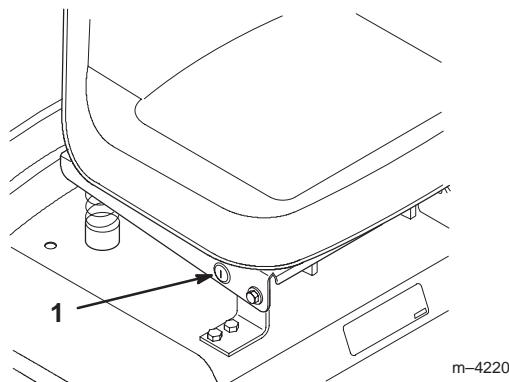

Bild 14
Wenn Sie im Rückwärtsgang den Zapfwellenantrieb benötigen, können Sie diesen Sicherheitsschalter mit Hilfe des KeyChoice-Schalters bei der Sitzhalterung deaktivieren (Bild 14).
2. Stecken Sie den KeyChoice-Schlüssel in den Schalter (Bild 14).